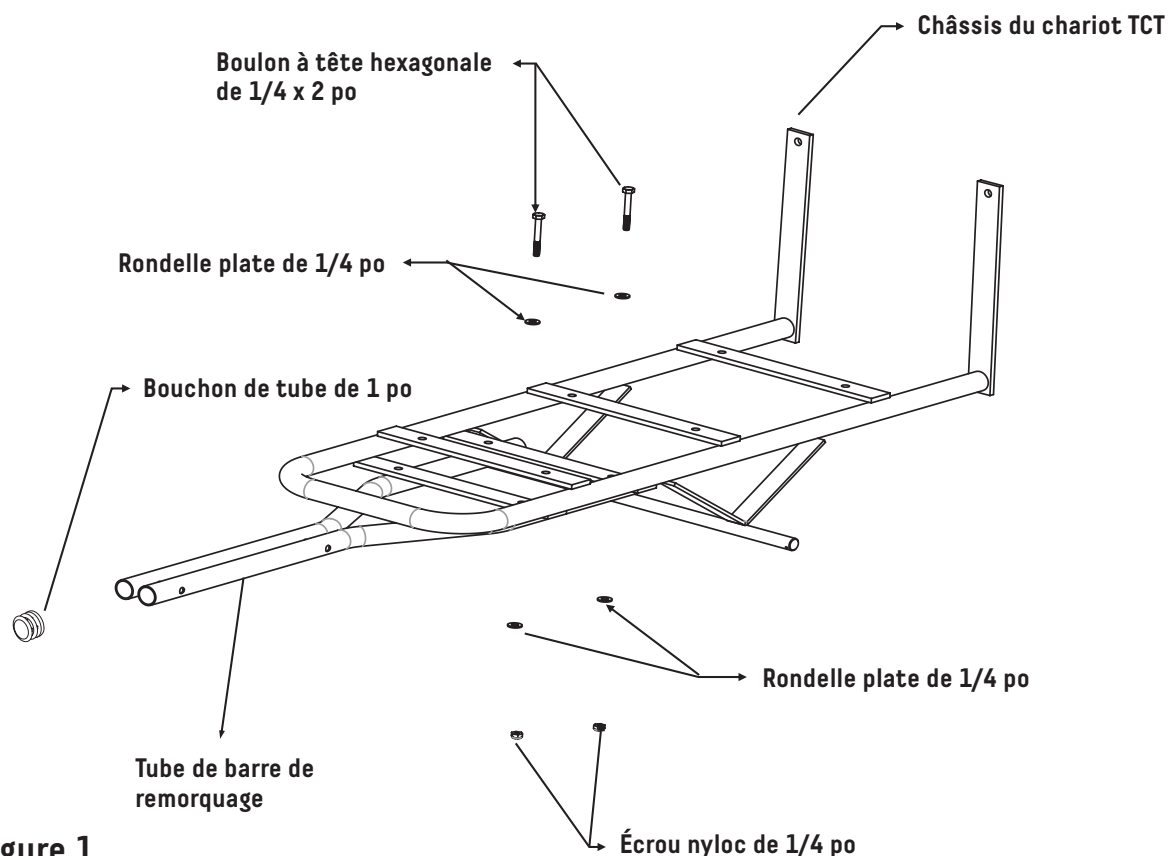

Figure 1.
1. Placez les tubes de la barre de remorquage sous le devant du châssis du chariot TCT. Prenez quatre boulons à tête hexagonale de 1/4 x 2 po, placez une rondelle plate de 1/4 po sur chaque boulon et insérez-les dans les deux premiers trous du châssis de chaque côté. Insérez le boulon dans les trous du châssis et dans les tubes de la barre de remorquage. Ajoutez une autre rondelle plate de 1/4 po à chaque boulon et fixez le tout avec des écrous nyloc de 1/4 po. Insérez des bouchons de 1 po dans les trous avant des tubes de la barre de remorquage. Consultez la figure 1.